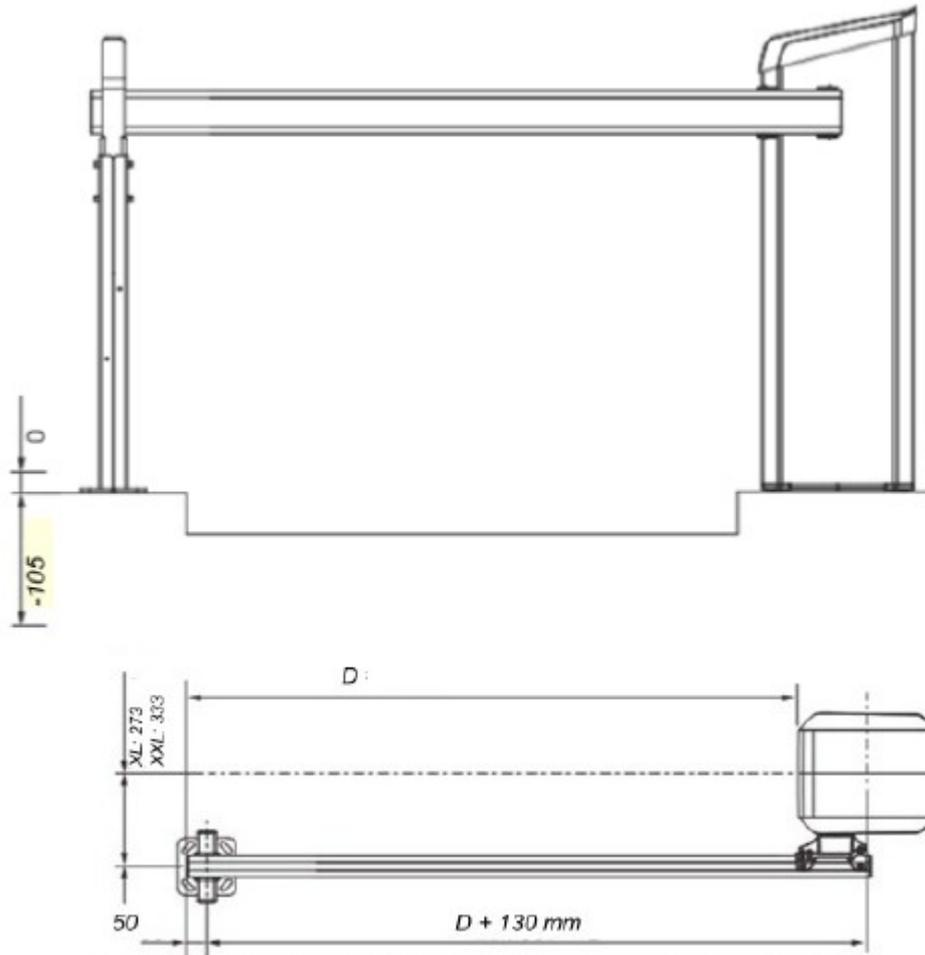

Abb. 16: Abmessungen Schrankengehäuse – Pfosten, Maße in mm
5. Fundament mit Beton gemäß Abb. 16 ausbetonieren